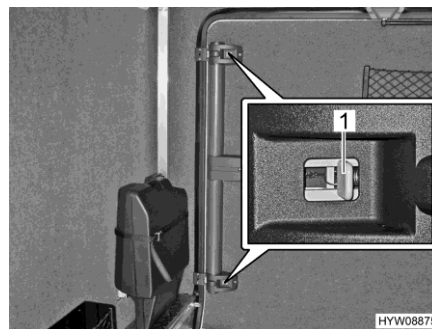

Fig. 55 Porte du garage (dispositif de déverrouillage de secours de l'intérieur)
- Pousser le verrou gris (Fig. 55,1) en direction du milieu de porte sur les serrures inférieure et supérieure.